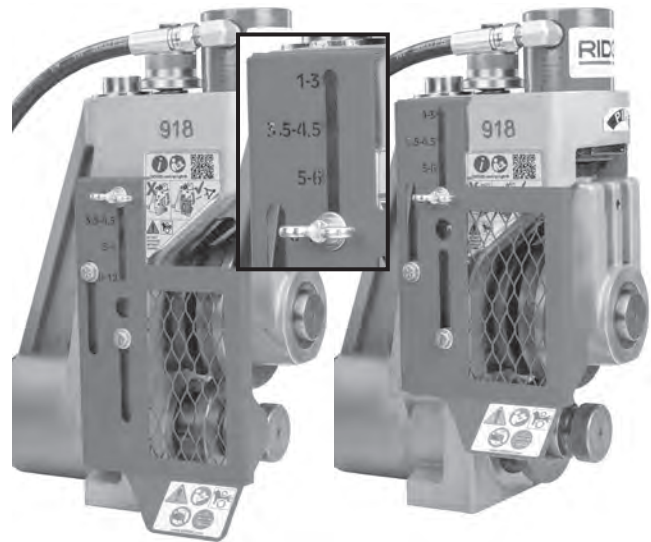

Abbildung 10 – Einstellung der einstellbaren Schutzeinrichtung
3. Lösen Sie die Flügelschraube. Stellen Sie die Position der Schutzvorrichtung so ein, dass der richtige Größenbereich mit der Position der Flügelschraube übereinstimmt. Stellen Sie die Schutzvorrichtung richtig ein, um die Gefahr des Verhedderns und schwerer Verletzungen zu verringern (*Abbildung 10*).